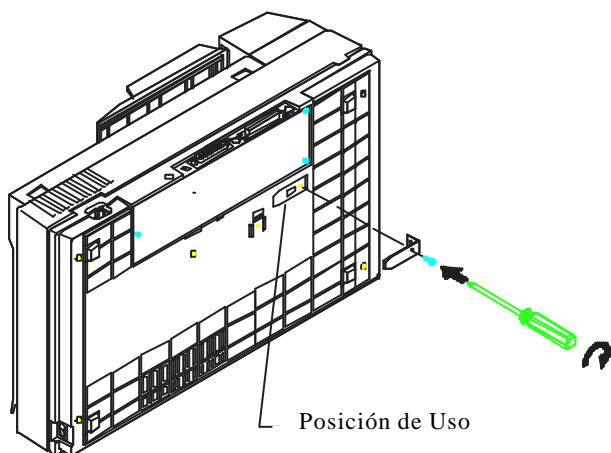

Figura 2-2 Instalación del Seguro de Transporte.
3. Pulse hacia fuera el Seguro de transporte y póngalo en posición de “uso”. Fíjelo mediante el tornillo (ver Figura 2-2)